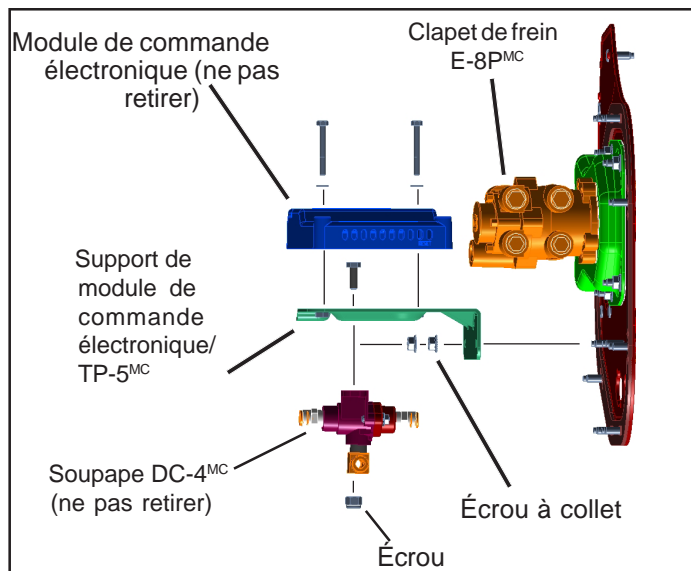

Figure 4 Support (de type B) avec module de commande électronique et soupape à double effet DC-4MC
4. Si le camion est pourvu d'une commande de frein à main, retirer les conduites d'air PTC de la soupape DC 4MC montée sur le support de module de commande électronique/TP-5MC. Se reporter à la Figure 4.
5. Enlever et conserver les deux écrous à collet (2) de 8 mm fixant le support de module de commande électronique/TP-5MC. Nota : la trousse comprend trois écrous de rechange.